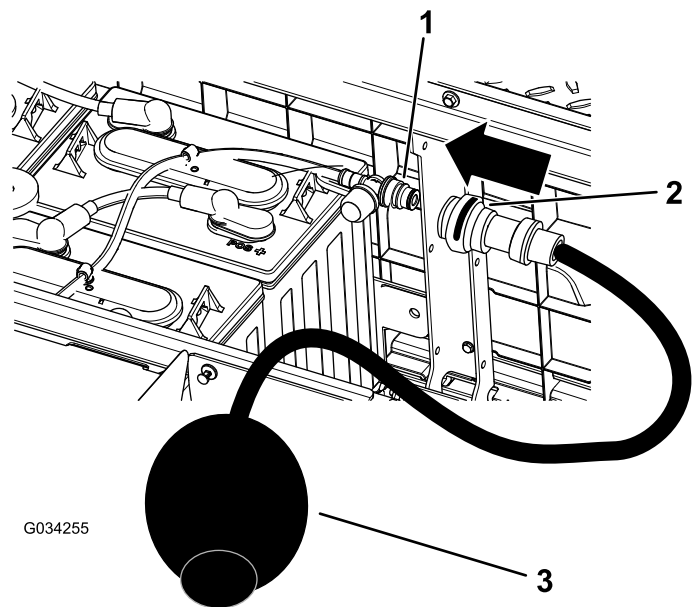

Bild 39
4. Schließen Sie die Wasserhandpumpe von Toro an den Wasserfüllanschluss an (**Bild 39**).